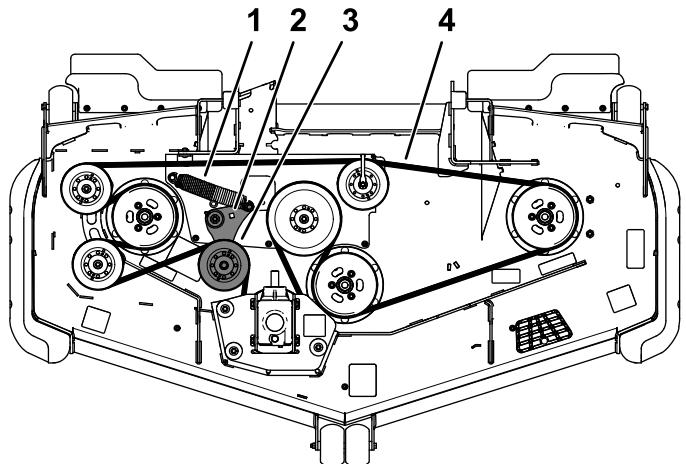
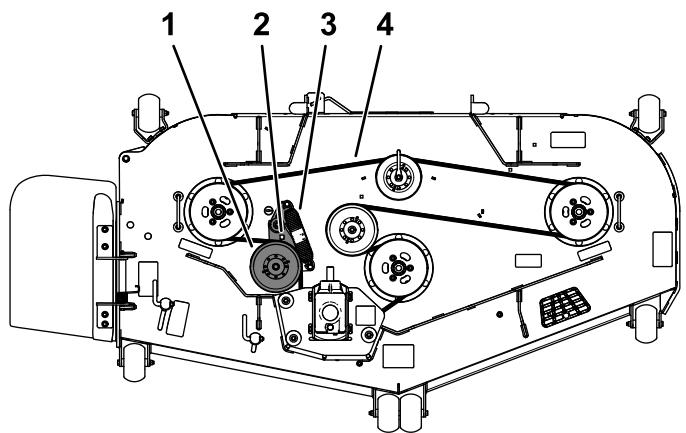

Figure 62
Figure 63
5. Insérez un rochet dans le trou carré du bras de la poulie de tension pour détendre le ressort de la poulie de tension (Figure 62 ou Figure 63).
7. Installez la nouvelle courroie sur les poulies (Figure 62 ou Figure 63).
8. Veillez à engager les extrémités du ressort dans les rainures d'ancrage, puis insérez le rochet dans le trou carré et chaussez la courroie sur la poulie de tension (Figure 62 ou Figure 63).